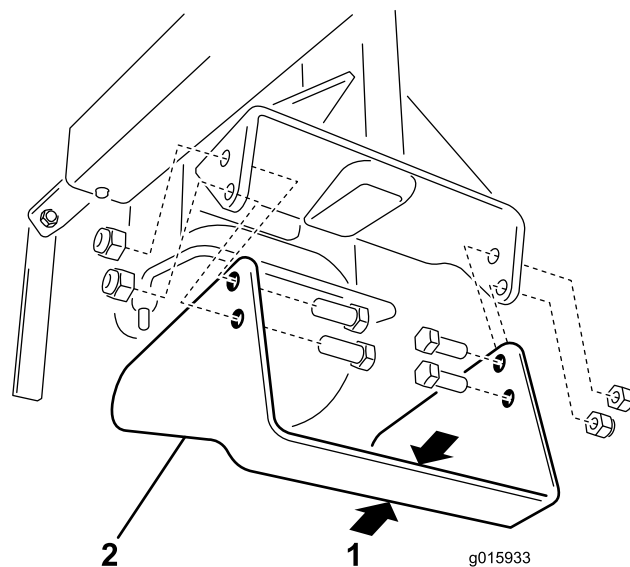

Figure 22
Contrôlez fréquemment la lame et remplacez-la quand elle atteint 30 mm de largeur (Figure 22).
3. Retirez les 4 vis et écrous qui fixent la lame au bras du coupe-bordures (Figure 22).